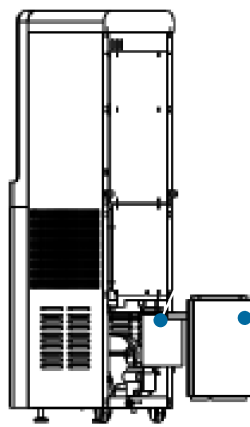

Figure 7 · Desserrez le capot arrière et sortez le réservoir inférieur
3. Saisissez la poignée du réservoir inférieur et tirez-le lentement vers vous. Ne débranchez ni les tuyaux ni les connecteurs. Videz l'eau restante du réservoir en l'inclinant (figure 7).